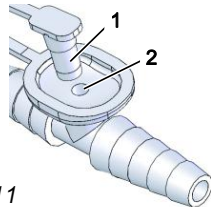

Abb. 11
Zur kurzzeitigen Beeinflussung der Absaugleistung können Sie den Fingertip (Abb. 11) verwenden. Ziehen Sie dazu den Stopfen (Abb. 11/1) und legen Sie den Finger auf die Nebenluftöffnung (Abb. 11/2).
1. Finger auf Nebenluftöffnung legen (Abb. 11/2) → Vakuum steigt.